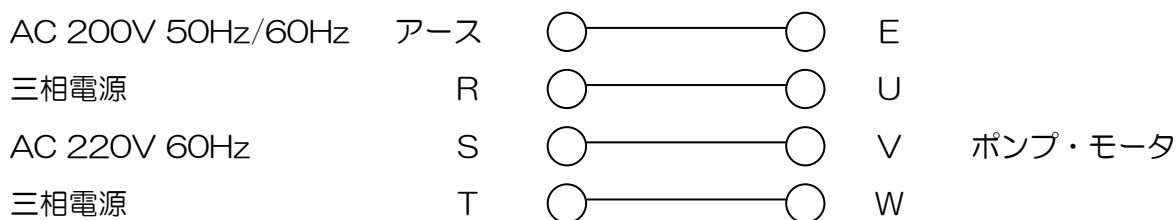

図6. 電気結線図
- (1) このポンプの回転方向は、ポンプ正面（レベルゲージ側）から見て時計回りです。
- (2) 図6. のように結線すれば、ポンプの回転方向はポンプ正面（レベルゲージ側）から見て時計回りに回転します。反対方向に回転した場合は直ちに電源を切り、U相とW相とに接続されている結線を入れ替え、改めて正しい方向に回転することを確認して下さい。
- (3) このモータには、過負荷保護装置（手動復帰型サーマルプロテクター）が内蔵されています。
- (4) 三相モータの外部に過負荷保護装置を設ける場合は、表2. を参照して下さい。